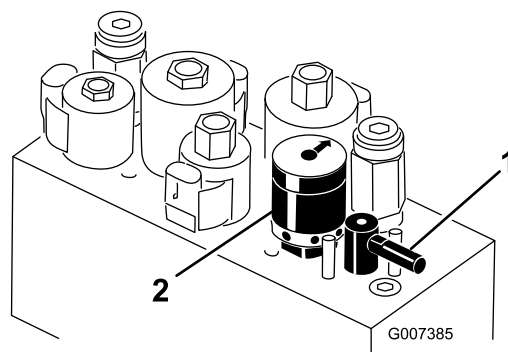

Bild 58
5. Drehen Sie den Lapphebel auf R (Bild 58).
6. Drehen Sie den Spindeldrehzahlregler auf 1 (Bild 58).